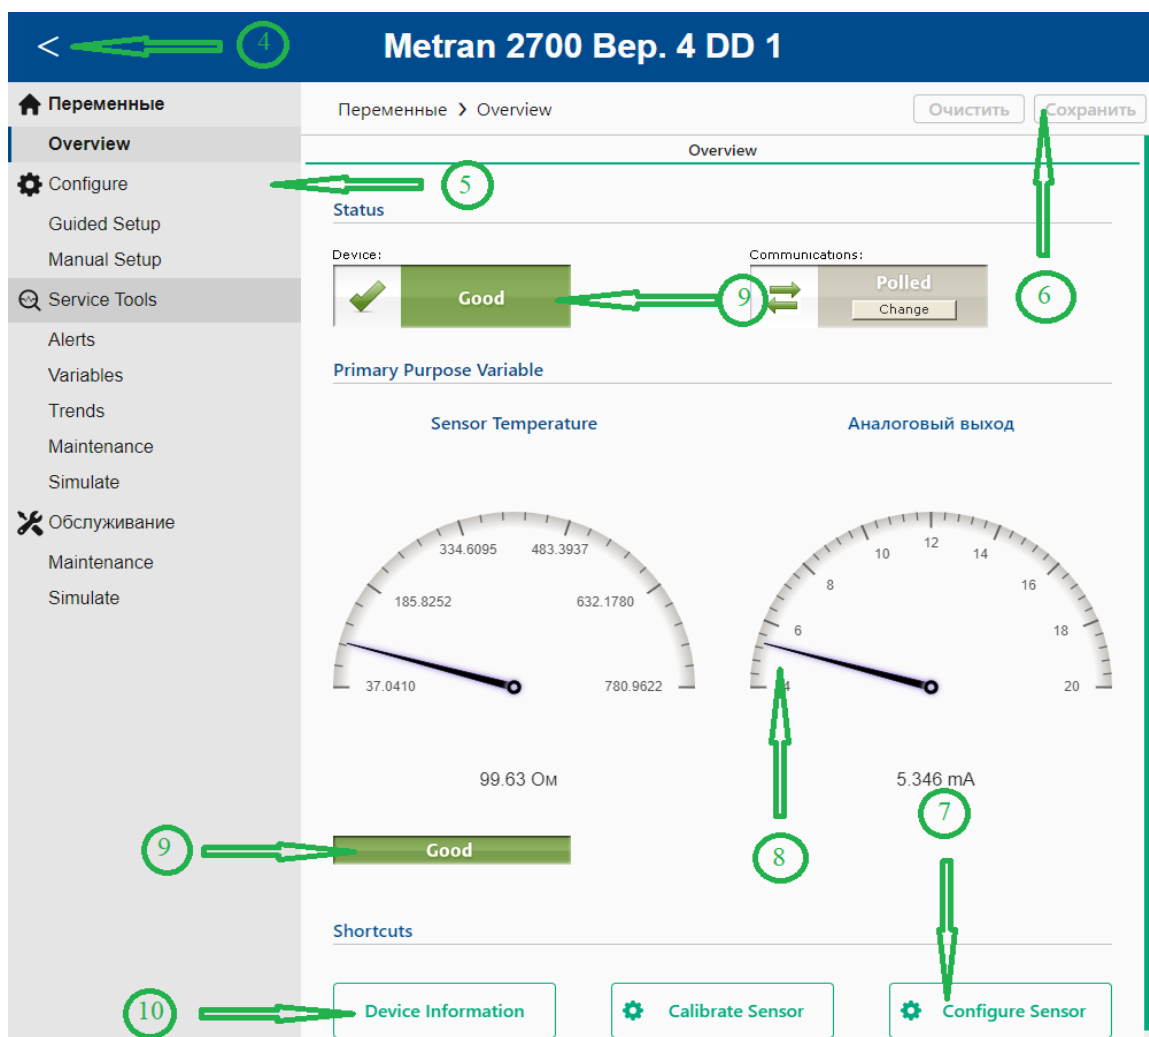

Рис. 20 Элементы конфигурационного окна
- Кнопка возврата в главное окно – 4 (рис. 20) (п. 3.9.4)
- Навигационное меню – 5 (рис. 20) (п. 3.9.5)
- Кнопка обработки данных – 6 (рис. 20) (п. 3.9.6)
- Кнопка вызова метода – 7 (рис. 20) (п. 3.9.7)
- Диаграмма и график – 8 (рис. 20) (п. 3.9.8)
- Статическое изображение – 9 (рис. 20) (п. 3.9.9)
- Кнопка вызова подменю – 10 (рис. 20) (п. 3.9.10)